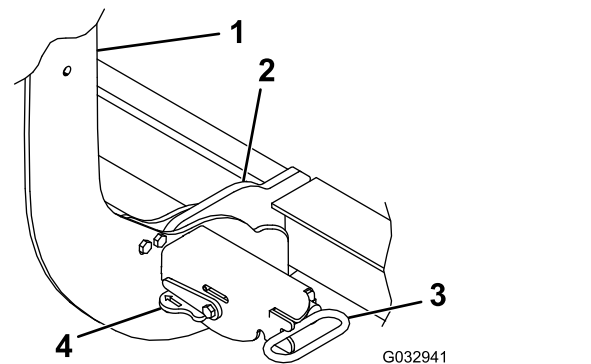

Figura 35
3. Mueva las palancas de los acoplamientos a la posición de ACTIVADO (Figura 35).
6. Asegúrese de que ambos cerrojos con muelle del acoplamiento están encajados por completo en el acoplamiento (Figura 35).